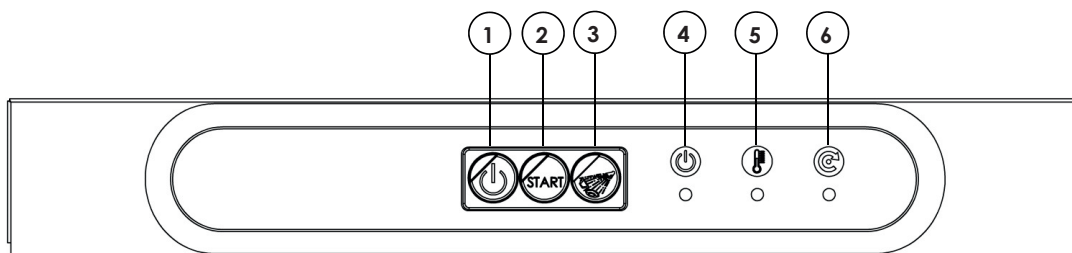
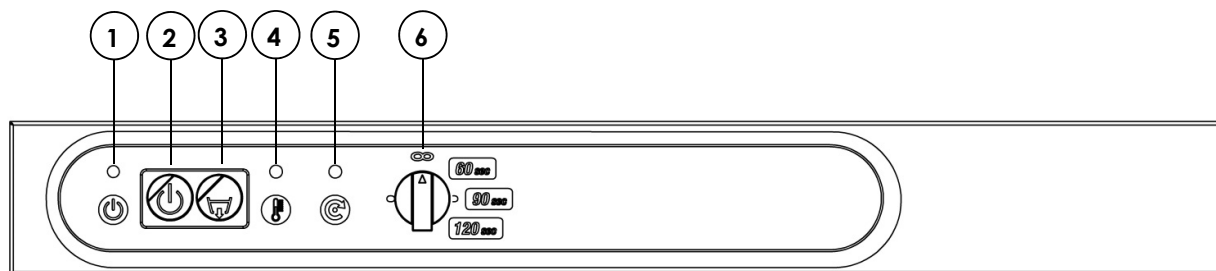

Fig. 14a
Fig. 14c
Nas fig.14a, 14b e 14c são ilustrados os comandos da máquina de lavar louça e as referências dos comandos com base no modelo da máquina e na presença ou não da bomba de descarga.
| | Máquinas de lavar louças com carga frontal (ref. fig. 14a ou 14b) | Lava-pratos com cobertura (ref. fig. 14c) |
| 7. Enxaguamento suplementar | <p>Se a máquina de lavar louça for predisposta para a ativação manual do enxaguamento (fig. 14a) e caso deseje efetuar um enxaguamento adicional, prima o BOTÃO DE ENXAGUAMENTO MANUAL (3): será efetuado um enxaguamento suplementar de 5seg.</p> | |
| 8. Descarga da máquina de lavar louça | <p>Abriu a porta para retirar o cesto com a louça.</p> <p>Se a máquina de lavar louça for predisposta para a ativação manual do enxaguamento (fig. 14a), para eliminar qualquer embaciamento da louça:</p> <ol style="list-style-type: none"> 1. reinserir o cesto com a louça 2. fechar a porta novamente 3. efetue um enxaguamento adicional de 5seg premindo o BOTÃO ENXAGUAMENTO MANUAL (3) | <p>Levantar a cobertura para retirar o cesto com as louças</p> |
1. desligue a máquina de lavar louça com o INTERRUPTOR DE LIGAÇÃO (1 fig. 14a, 14b ou 2 fig. 14c)